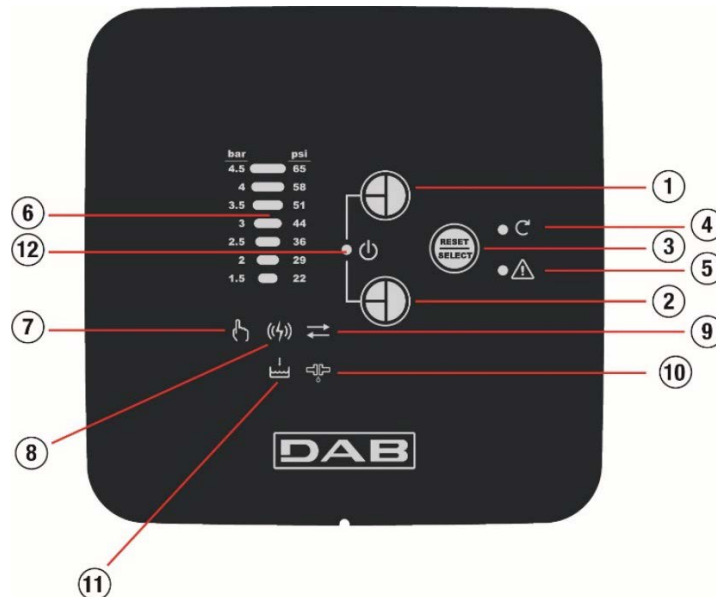

Fig. 16
Pour passer du mode Monitor au mode SETUP, appuyez sur les touches « - » (Fig. 16, 1) et « Reset/Select » (Fig. 16, 3) pendant au moins 3 secondes. Il passera de la modalité SETUP à la modalité Monitor si vous appuyez simultanément sur les touches « - » (Fig. 16, 2) et « Reset/Select » (Fig. 16, 3) pendant au moins 3 secondes ou attendez 1 minute sans toucher aucune touche de l'interface. Lorsque vous l'allumez, la COM BOX est en mode Monitor par défaut. Le mode SETUP est indiqué par le clignotement alterné de la LED ÉTAT DU MOTEUR et ALARME.
12.2.1. État du moteur (Fig. 16, 4)
12.2.2. Lecture alarmes (Fig. 16, 5)
12.2.3. Fonction MANUAL MODE (Fig. 16, 7)
12.2.4. Connexion PLC (Fig. 16, 8)
En appuyant simultanément sur les touches « + » et « - » (Fig. 16, 1 - 2 et en les relâchant, le moteur de la pompe s'arrête de manière inconditionnelle et il ne peut pas redémarrer avant d'appuyer et de relâcher de nouveau les touches « + » et « - » (Fig. 16, 1 - 2) Cette Inhibition prévaut également sur l'allumage possible du moteur réglé en mode « MANUAL ».
Les alarmes peuvent être réinitialisées manuellement en appuyant sur la touche « Reset/Select » (Fig. 16, 3).
Avec la touche « Reset/Select » (Fig. 16, 3) vous pouvez parcourir les paramètres décrits ci-dessous.
Cette fonction permet de modifier la valeur du CUT-IN de la pompe. Cette valeur peut être augmentée/diminuée avec les touches « + » et « - » (Fig. 16, 1-2) et peut prendre les valeurs représentées dans l'échelle barométrique par clignotement.
Par ce paramètre vous commandez le démarrage du moteur de la pompe en utilisant la touche « + » (Fig. 16, 1).
La touche « - » (Fig. 16, 2) rétablit les conditions de fonctionnement normales.
Par ce paramètre, en appuyant sur la touche « + » (Fig. 16, 1) pendant 5 secondes, la COM BOX est temporairement configurée pour l'association PLC via le réseau d'alimentation électrique.
La touche « - » (Fig. 16, 2) appuyée pendant 5 secondes élimine toute association avec la DTRON3.